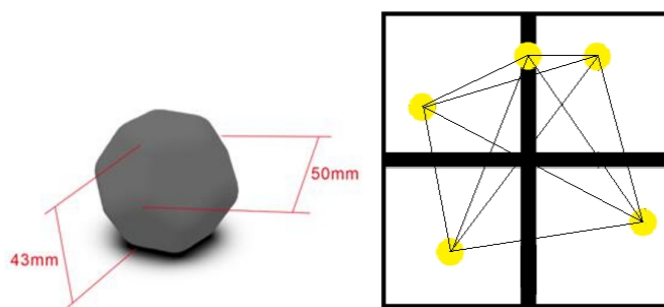

图 10 障碍规避任务图
4.6.1 在某个十字拼装块中放置有 5 个长、宽、高均不大于 50mm 的 EVA 十二面体障碍。障碍的放置位置要保证其轴线与地面的五个交点之间的连线有 10 条，且其中至少有 5 条连线的长度不小于 320mm，如图 10 所示。